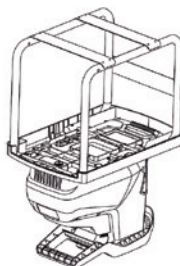

Fig.1
1. Coloque o motor de cabeça para baixo para montar o chassi (Fig.1).